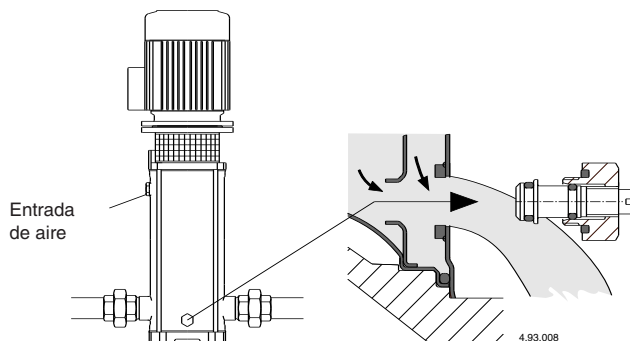

Fig. 4 Vaciado
**Cuando la bomba permanece inactiva tiene que ser vaciada completamente si existe peligro de helada (fig. 4).**
Antes del desmontaje cerrar la compuerta de aspiración, y la de impulsión, y vaciar el cuerpo de la bomba (fig. 4).